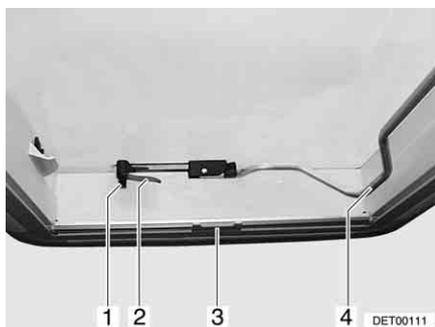
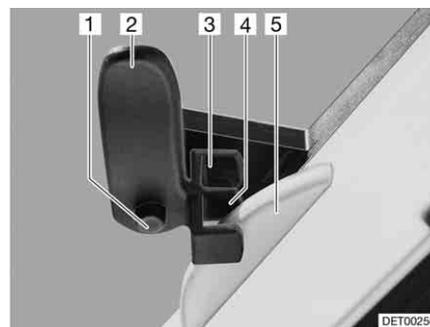

Bild 67 Heki-Dachhaube, geschlossen
Bild 68 Heki-Dachhaube in Lüftungsstellung 1
Öffnen: ■ Sicherungsknopf (Bild 67,1) drücken und Verriegelungshebel (Bild 67,2) eine viertel Umdrehung nach innen drehen.
■ Bügel (Bild 67,4) nach unten aus der Arretierung ziehen.
Schließen: ■ Bügel (Bild 67,4) nach unten aus der Arretierung ziehen.
■ Verriegelungshebel (Bild 67,2 und Bild 68,2) eine viertel Umdrehung drehen. Die Nase der Dachverriegelung (Bild 68,5) muss dabei in die obere Verriegelungsgabel (Bild 68,3) eingreifen.
■ Sicherungsknopf (Bild 68,1) drücken und Verriegelungshebel (Bild 68,2) zurückdrehen. Die Nase der Dachverriegelung (Bild 68,5) muss dabei in die untere Verriegelungsgabel (Bild 68,4) eingreifen.